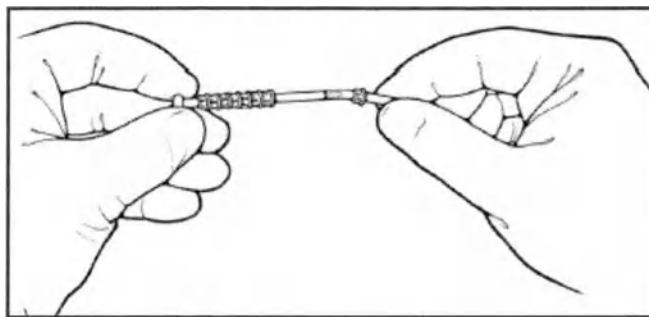

Рис. 34. Установка держателя втулки на каждый конец трубки
4. Надеть втулку зажимную на трубку (рис. 34), убедившись, что зубцы втулки зажимной обращены к открытому концу трубки. Повторить то же самое с концом другой трубки.